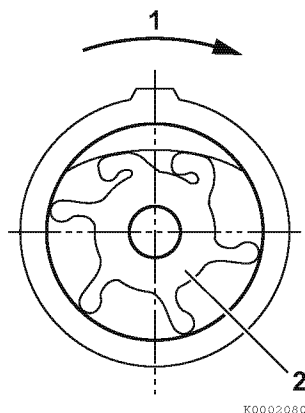

Figura 7
*Nota: A bomba de água salgada roda na direcção ilustrada (**Figura 7**) e o rotor deve ser instalado de forma a rodar nesta direcção. Se o rotor tiver sido removido por qualquer razão e tiver que ser novamente montado, tenha muito cuidado para não o montar na direcção errada. Ainda, se o motor estiver a ser rodado manualmente, certifique-se de que o faz na direcção correcta. Se rodar de forma incorrecta, torce e danifica o rotor.*